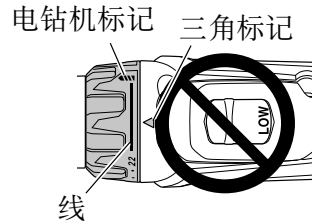

图 13
- 当离合器转盘位于“22”和钻机标记中部的线之间时, 请勿使用本机, 否则会造成损坏。(请参照图 13)